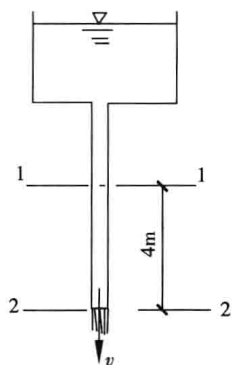

图 10-8
14. 如图 10-8 所示垂直下泄恒定流水管, 出口流速 $v = 6\text{m/s}$, 管径不变, 上游断面 1-1 高于出口断面 2-2, 高差为 4m, 水头损失不计。则上游断面 1-1 的压强水头为()m H_2O 。